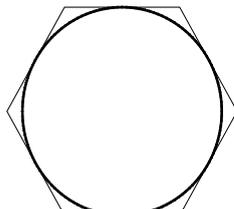

图 3-17 外切于圆
在命令行提示“输入选项 [内接于圆 (I)/外切于圆 (C)]”时，输入 C，选择【外切于圆 (C)】选项；绘制外切于圆的正多边形，结果如图 3-17 所示。